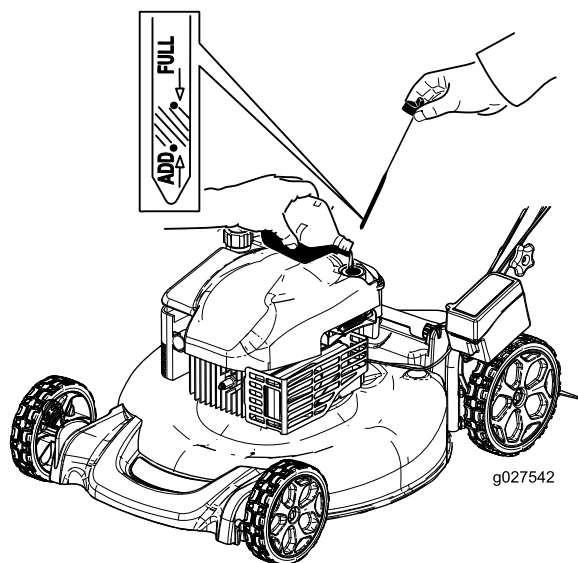

Figura 11
5. Rimuovete l'asta di livello e controllate il livello dell'olio; fate riferimento a Figura 11.
2. Togliete l'asta di livello (Figura 11).